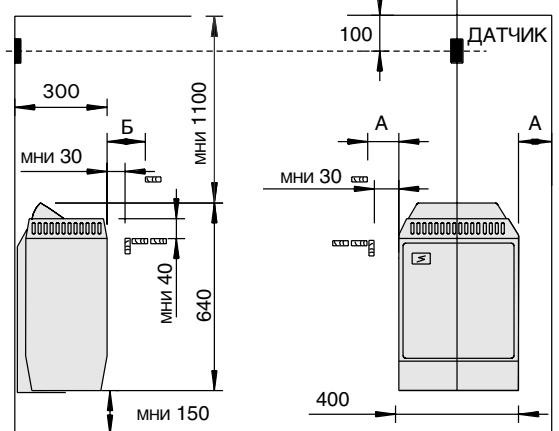
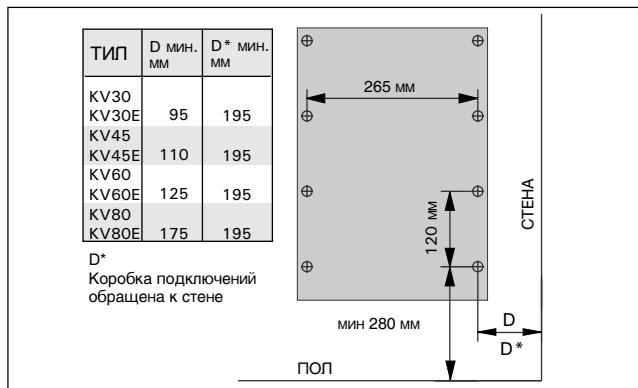

Рисунок 5. Расстояния безопасности (См. Таблица 1.)
Рисунок 6. Установка крепёжной рамы
- При расположении каменки выполняются условия минимальных расстояний, изображенных на рис. 5 и указанных в таблице 1.
1. С помощью прилагаемых шурупов прикрепите к стене монтажную раму, соблюдая минимальные расстояния, указанные в таблице 1 и на рис. 5. Установка рамы изображена на рис. 6.
Пульт управления устанавливается в сухом месте на высоте около 170 см. К пульту приложены более детальные инструкции по его креплению к стене. Датчик температуры устанавливается на стене сауны над каменкой на средней линии ширины каменки на расстоянии 100 мм от потолка. См. рис. 5.